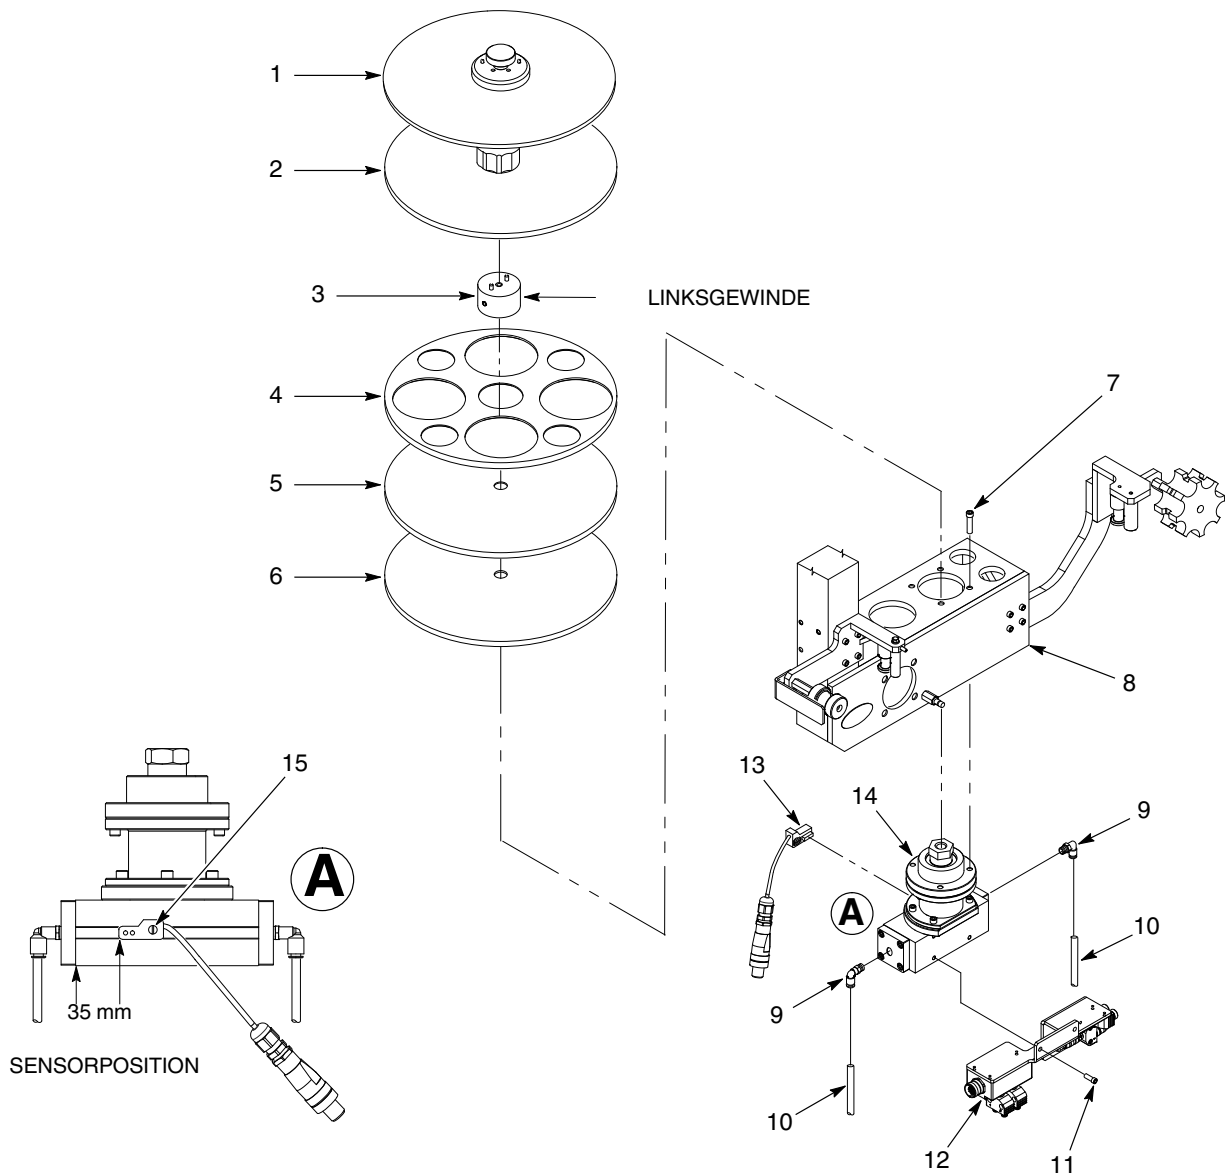

Abb. 7 Drehaktor ersetzen
3. Die Filzsicherung (4) in die entriegelte Position bewegen. Den Filz (5) von den Reibblöcken (3) und Rollen (1) abnehmen. Den gebrauchten Filz bei Bedarf durchschneiden.
- Druckmesswandler (6)
- Gleitersensor (7)
- Geschwindigkeitssensor (8) für Pumpe 1
- Filz-Leer-Sensor (9)
- Geschwindigkeitssensor (10) für Pumpe 2
- Anschlussbox (11)
5. Siehe Abb. 7. Aufnahmescheibe (1) vom Drehaktor (14) abnehmen.
7. Mit einem 1 1/8 Zoll Ringgabelschlüssel oder ähnlichem die Welle am Aufnahme-Drehaktor (14) halten. Die Filzzufuhrnabe (3) hat ein Linksgewinde. Mit einem Bandschlüssel die Filzzufuhrnabe lösen und abnehmen.
8. Die Gummireibscheibe (5) und die verbleibende Rolle (6) von der Welle des Aufnahme-Drehaktors (14) abnehmen.
9. Position des Filz-Leer-Sensors (13) notieren. Die Schraube (15) 1/4 Umdrehung lösen. Den Filz-Leer-Sensor vom Aufnahme-Drehaktor (14) abnehmen.
10. Die Luftleitungen (10) kennzeichnen und von den Anschlüssen (9) am Aufnahme-Drehaktor (14) abnehmen.
11. Die Schrauben (11) abnehmen, mit denen das Anschlussboxmodul (12) am Aufnahme-Drehaktor (14) befestigt ist.
12. Die Schrauben (7) abnehmen, mit denen der Aufnahme-Drehaktor (14) am Rahmen (8) befestigt ist. Die Anschlüsse (9) vom Aufnahme-Drehaktor abnehmen.
1. Siehe Abb. 7. Die Anschlüsse (9) am Aufnahme-Drehaktor (14) installieren.
2. Den Filz-Leer-Sensor (13) wie gezeigt am Aufnahme-Drehaktor (14) positionieren. Die Schraube (15) $\frac{1}{4}$ Umdrehung festziehen. Sicherstellen, dass das Kabel nicht die Funktion des Aufnahme-Drehaktors stört.
3. Loctite 242 auf die Gewinde der Schrauben (7) auftragen. Den Aufnahme-Drehaktor mit den Schrauben am Rahmen (8) installieren. Die Schrauben festziehen. Anzugsmoment: 92 ± 9 in.-lb ($10,4 \pm 1$ N•m).
4. Das Anschlussboxmodul (12) mit den Schrauben (11) am Aufnahme-Drehaktor (14) installieren. Die Schrauben fest anziehen.
5. Rolle (6) und Gummireibscheibe (5) installieren.
6. Die Filzzufuhrnabe (3) installieren. Die Filzzufuhrnabe hat ein Linksgewinde. Die Filzzufuhrnabe mit einem $1\frac{1}{8}$ Zoll Ringgabelschlüssel und Bandschlüssel festziehen.
7. Die übrigen Rollen (2, 4) auf der Welle des Aufnahme-Drehaktors (14) installieren.
8. Die Luftleitungen (10) an die Anschlussverschraubungen (9) anschließen. Die Kennzeichnungen entfernen.